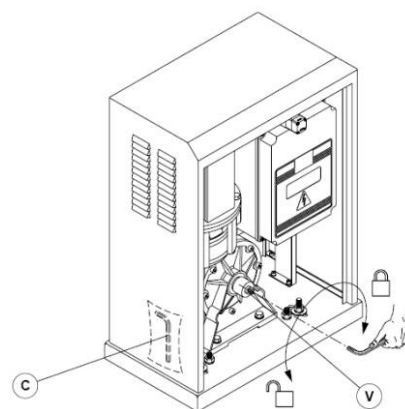

рис. 18
- Вставить разблокировочный ключ (рис. 18 C), расположенный внутри корпуса в разблокировочный винт (рис. 18 V).
Вставить разблокировочный ключ в разблокировочный винт (рис. 18 V)